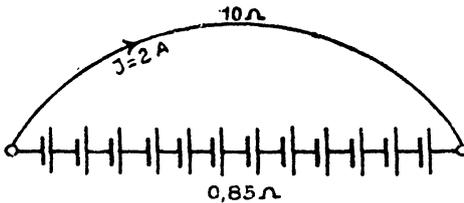

Fig. 2.
Elementen (Fig. 2) derselben Art liefert in einem äußeren Stromkreise von  $10$  [8] (2,92)  $\Omega$  Widerstand einen Strom von  $2$  [2,5] (22) A. Der innere Widerstand der Batterie beträgt  $0,85$  [0,75] (0,08)  $\Omega$ . Wie groß ist hiernach